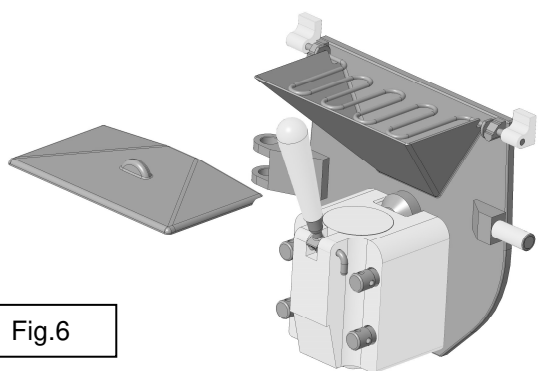

Fig.6
1. Quite la tapa de la tolva (Fig.6).